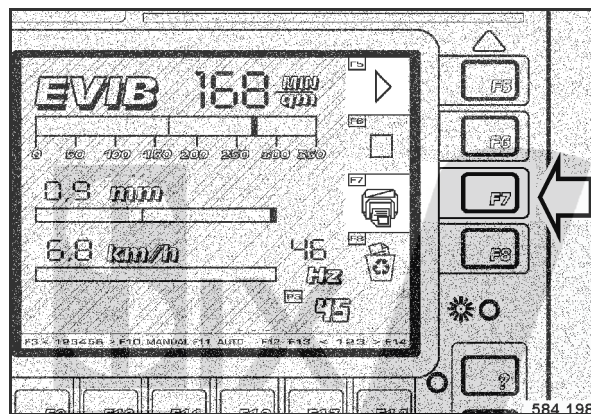

Fig. 100
- Après la fin de la mesure, appuyer sur la touche F7 „IMPRIMER“ (Fig. 100).